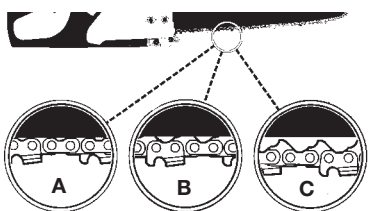

Fig. 29
PRECAUCION: Si la cadena de la sierra se encuentra MUY SUELTA o MUY APRETA-DA, la rueda dentada, barra, cadena y los rodamientos de el cigieñal se desgastaran mas rápidamente. Estudie la Fig. 29 para información respecto a la tensión fría correcta (A), tensión caliente correcta (B), y como una guía para cuando la cadena de la sierra requiera algún ajuste (C).